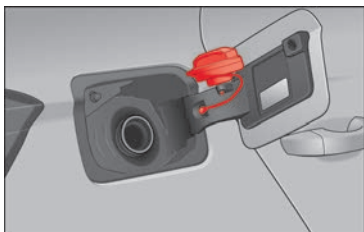

Fig. 63 Trappe à carburant avec bouchon fermé.
- Placez le bouchon dans le logement se trouvant sur la chamière de la trappe à carburant ouverte »» **fig. 63.**